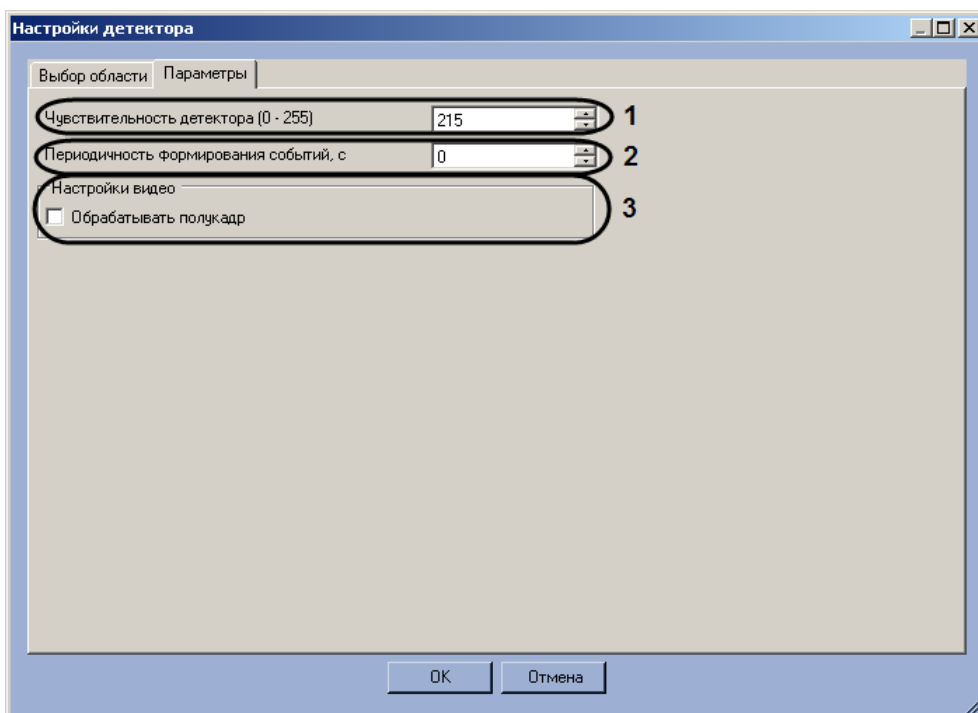

Рис. 7.5—5 Задание параметров программного модуля «Детектор светофора»
- 4.3 В поле «Периодичность формирования событий, с» ввести период времени в секундах между формированиями сообщений о состоянии сигналов светофора (см. Рис. 7.5—5, 2).
- 4.4 Если требуется производить распознавание состояния сигналов светофора на полукадрах, необходимо установить флажок «Обрабатывать полукадр» (см. Рис. 7.5—5, 3).
5. Нажать кнопку «ОК» для сохранения изменений и возврата на панель настроек объекта «Детектор светофора» (см. Рис. 7.5—5, 4).